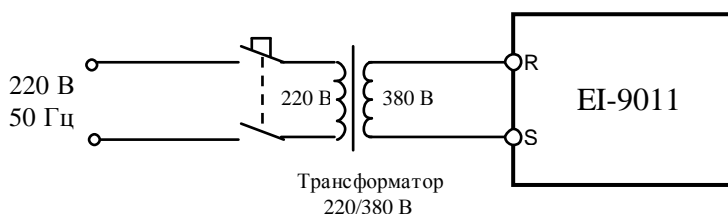

Рис. 4.9. Подключение ПЧ к сети 1ф 220В через трансформатор
Примечание: при проведении диагностики допустима поддача силового напряжения 1ф 220В через повышающий трансформатор 220В/380В (п. 3.4.3), как показано на рис. 4.9.
4.10.3. Отсоединить разъем вентилятора от платы драйверов и проверить его вращение, подав напряжение ≈ 24 В от источника питания (п.3.4.2) между контактами +Упит и Общ (рис.4.9). При отсутствии вращения – вентилятор заменить (п. 5.3).
Примечание. Возможно проведение проверки на лампы при подаче питания на ПЧ через трансформатор (рис. 4.9).